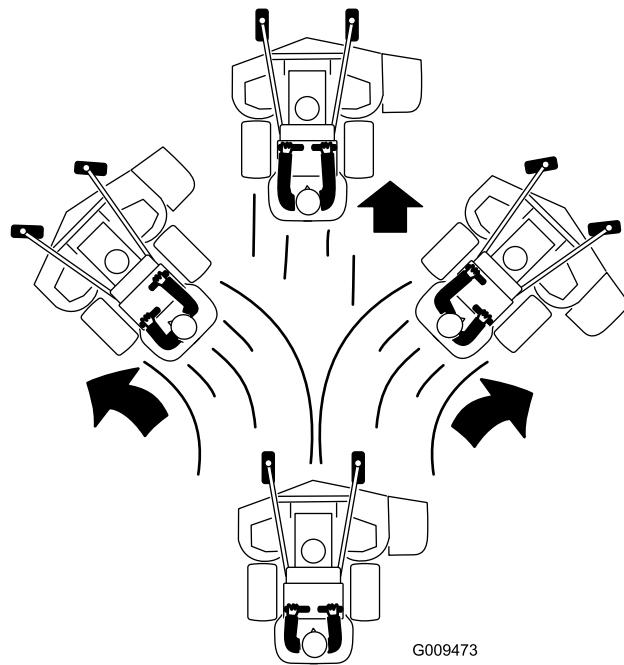

Рисунок 20
- Медленно переведите рычаги управления движением вперед (Рисунок 20).